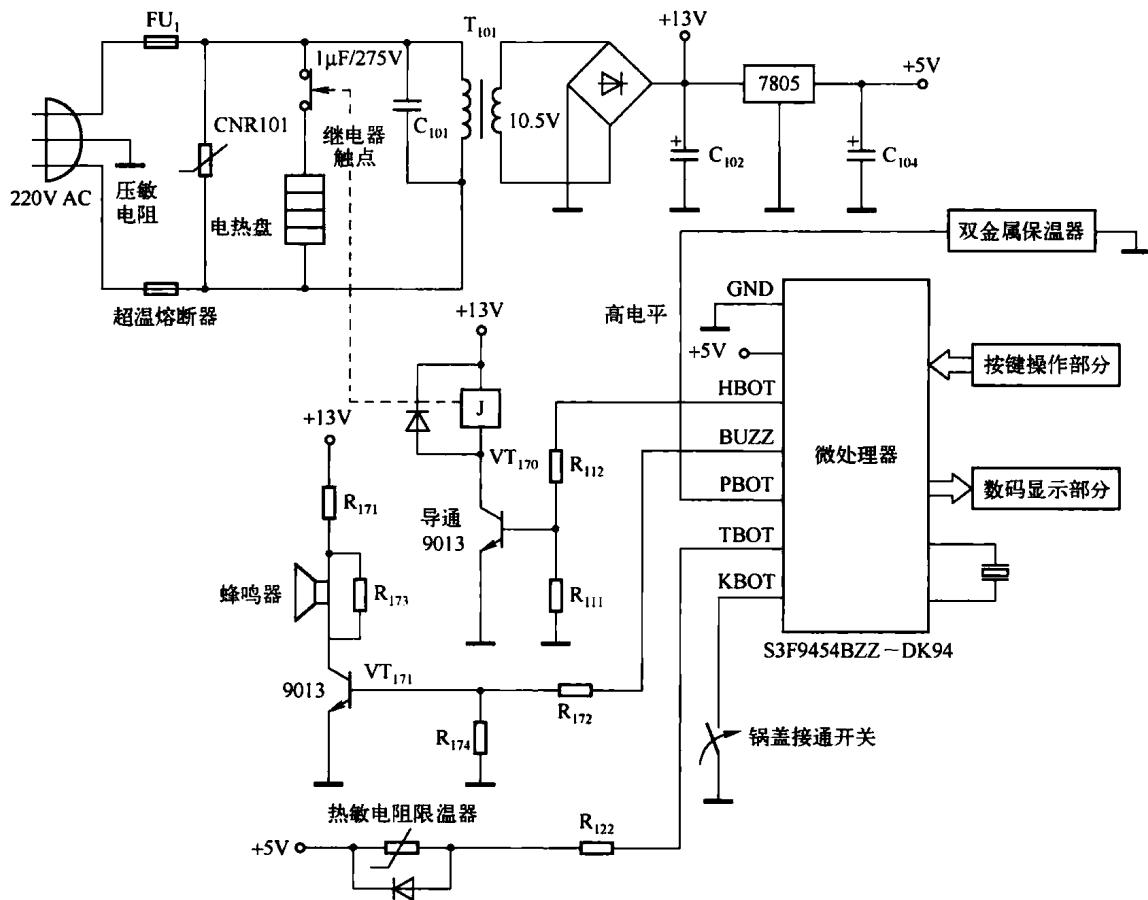

图 1-21 微电脑控制式电饭煲的煮饭工作原理图
1) 煮饭工作原理 图 1-21 所示的是微电脑控制式电饭煲的煮饭工作原理图。电饭煲锅盖盖好后，内部锅盖接通开关被接通，为 CPU 提供一个 KBOT 信号，这时电饭煲接通交流 220V 电源，交流 220V 电源经降压整流后，经电容 C102滤波，得到 +13V 的直流电源，为继电器驱动电路和蜂鸣器驱动电路供电，后经 7805 稳压后输出 +5V 的直流电压，为微处理器